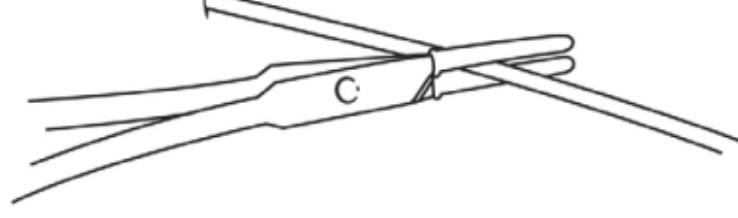

Fig. 1
- Preparar el área. Pinzar firmemente el catéter cerca de su entrada en la superficie cutánea empleando unas pinzas con goma de protección (Fig. 1).